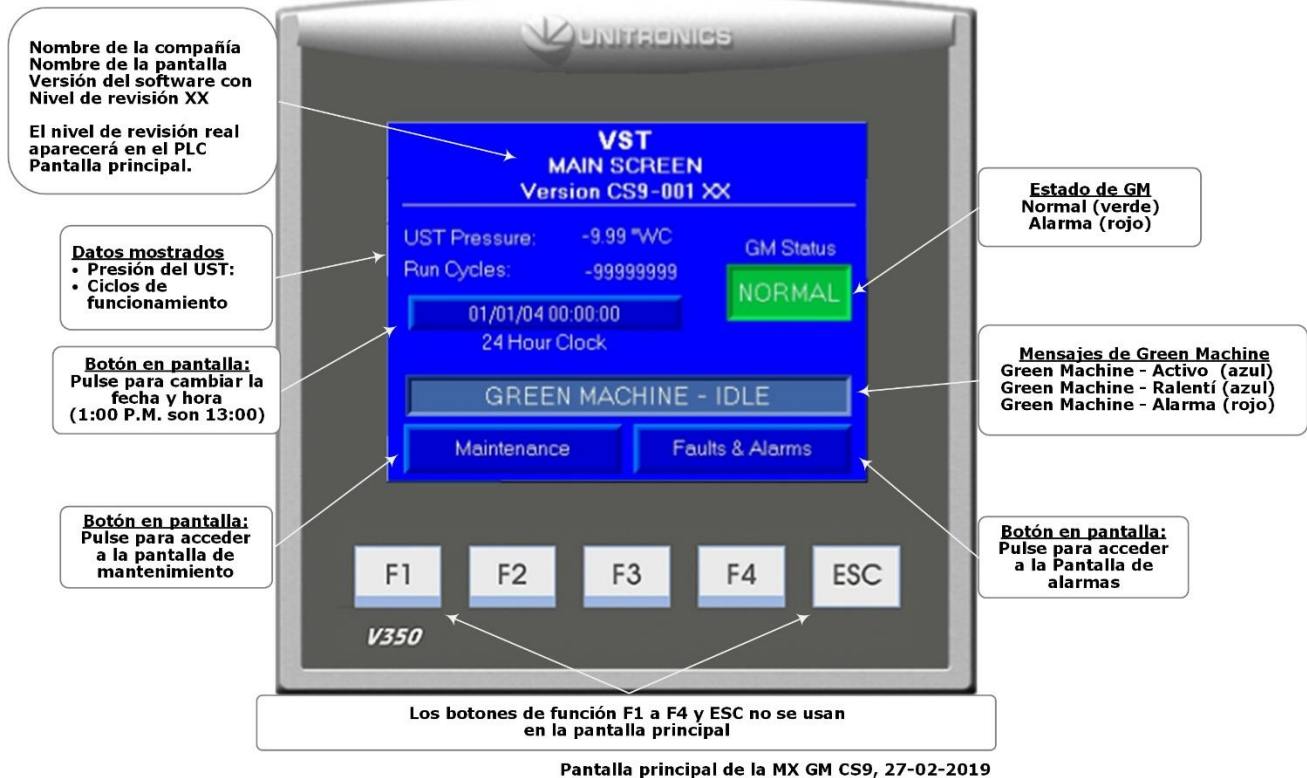

Figura 4-2: Pantalla principal
- El PLC del panel de control siempre se encenderá en la pantalla principal. **Vea la Figura 4-2.**
- Se requiere una contraseña (878) para acceder a la pantalla de mantenimiento.